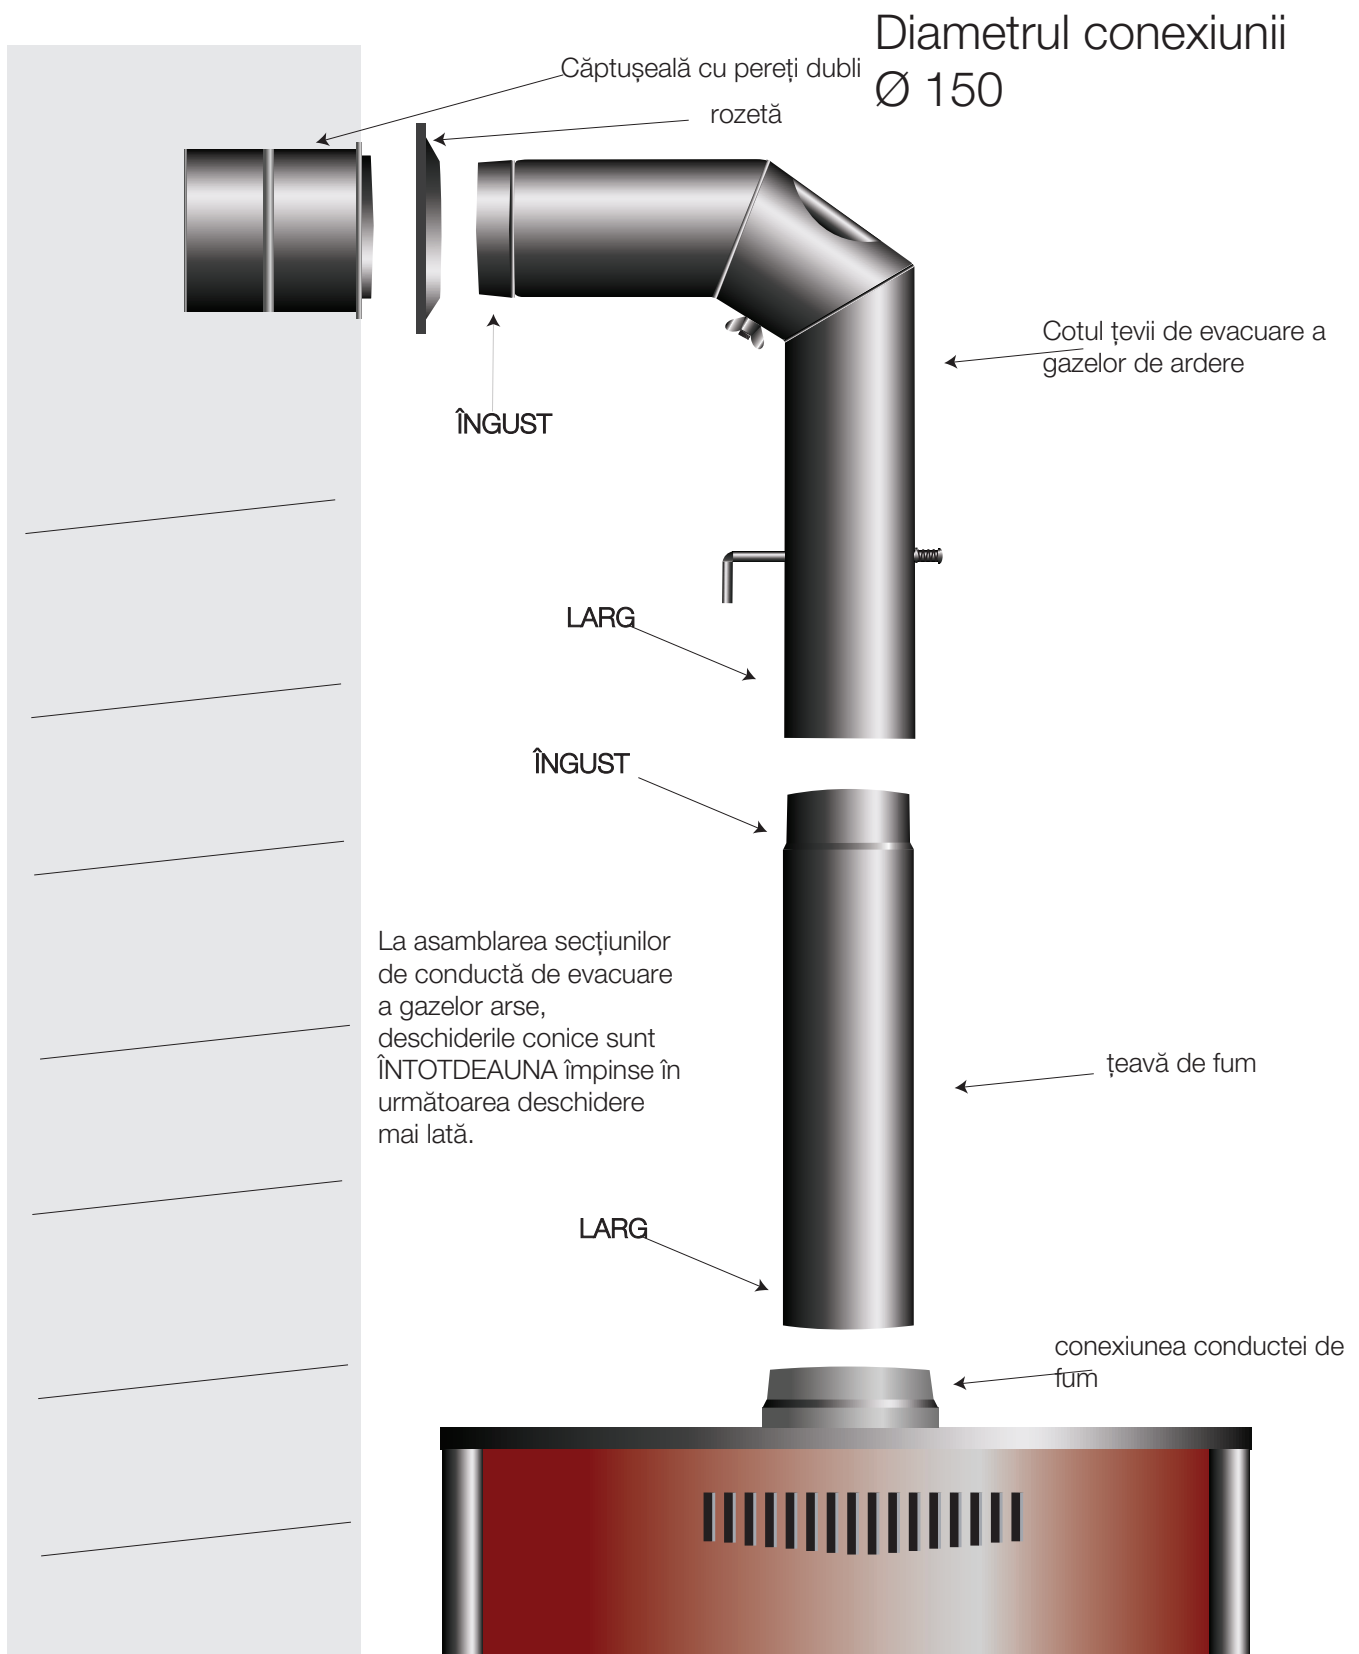

Figura 4 Conectarea sobei pe lemne la coșul de fum
5. Figura 4 Conectarea sobei pe lemne la coșul de fum	Pagină 7